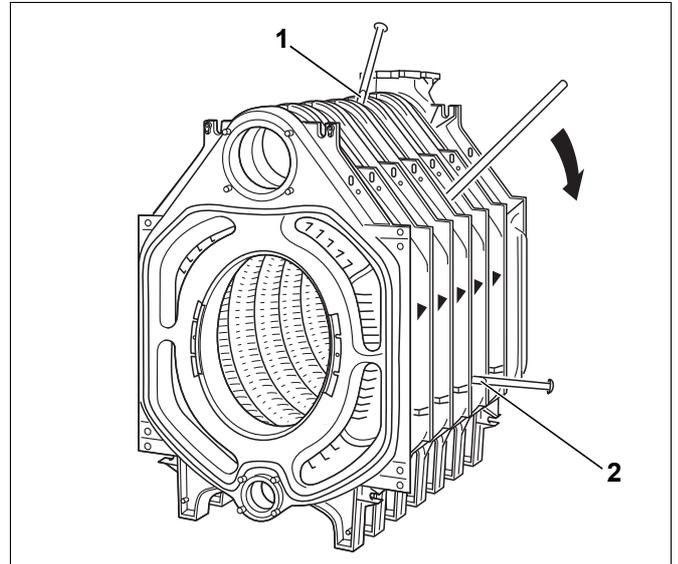

Bild 27 Kesselblock trennen
- ▶ Durch Eintreiben (Einschlagen) von Flachkeilen oder Meißeln an den vorgesehenen Stellen (Bild 27, **Pos. 1** und **2**, oben und unten zwischen den Kesselgliedern) den Kessel an der undichten Stelle trennen.